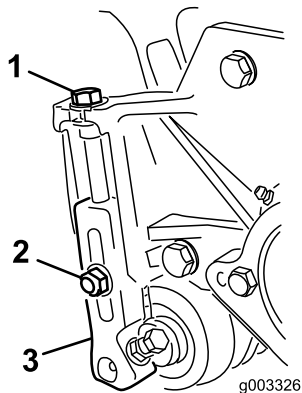

Figura 23
1. Desaperte as porcas de bloqueio que fixam os braços da altura de corte às placas laterais da unidade de corte (Figura 23).